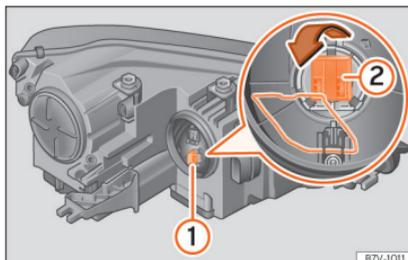

Abb. 65 Blinklichtlampenhalter  und Abbiegelicht .
- Lampenhalter  **Abb. 65**  bis zum Anschlag nach links drehen und mit der Glühlampe nach hinten herausziehen.
- Drahtbügel in Pfeilrichtung kräftig nach unten drücken und Lampenhalter   **Abb. 65** mit der Glühlampe nach hinten herausziehen.